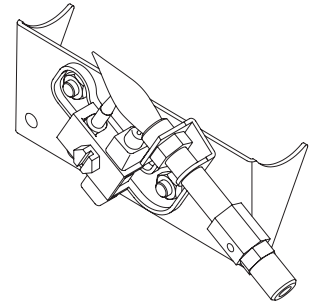
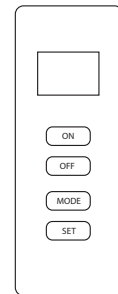

Fig. 18 - Piloto
Fig.19 - Control remoto
6. Con la perilla de control oprimida, presione el botón del encendedor hasta que el piloto se encienda. El piloto está ubicado atrás de la pantalla de la chimenea, centrado cerca de la parte trasera del quemador (Ver Fig. 18).
7. Mantenga oprimida la perilla de control durante (30) segundos después de que el piloto encienda. Suelte la perilla de control.
- Si el piloto se apaga repita los pasos 3 al 7. Espere (1) minuto antes de intentar encender el piloto de nuevo. Si después de varios intentos el piloto todavía se apaga, gire la perilla de control del gas hacia la derecha  a la posición “OFF” y llame a un técnico de servicio calificado.
9. Para usar el control remoto termostático incluido, coloque el interruptor del receptor en la posición “REMOTE” (Ver Fig. 19). Presione el botón ON para encender el control remoto y encender el quemador principal Consulte el manual de instrucción del control remoto en la página siguiente para las funciones “MODE” y “SET”.